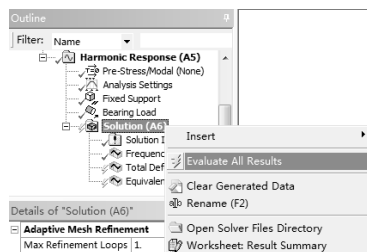

图 7-92 显示结果
Step6 :在 Outline 栏的 Solution(A6)选项上右击,从弹出的快捷菜单中选择 Evaluate All Results 命令,如图 7-92 所示。